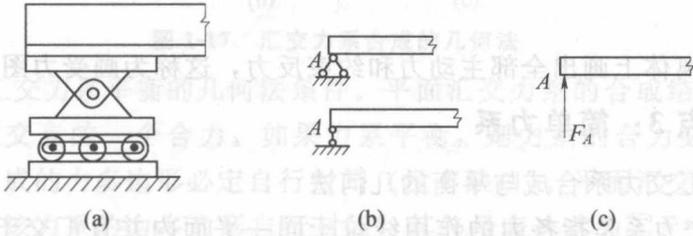

图 1-13 活动铰链支座
③ 活动铰链支座：在固定铰支座下面安放若干滚轮并与支承面接触，则构成活动铰链支座。其约束反力垂直于支承面，过销钉中心指向可假设，见图 1-13。